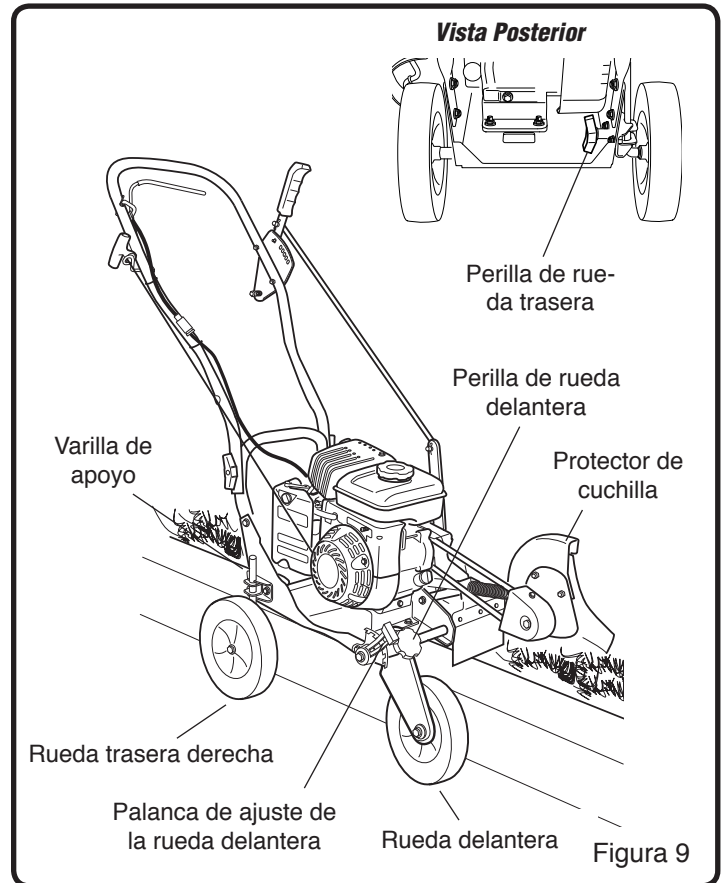

Figura 9
**NOTA:** La figura 9 muestra la unidad configurada correctamente para bordeado a lo largo de un cordón de acera. Consultar la figura 9 al seguir los pasos enumerados a continuación:
6. Utilizar la palanca de ajuste de la rueda delantera para bajar la rueda delantera lo suficiente para que la unidad esté a nivel como se muestra en la figura 9.
8. Bajar la rueda trasera derecha lo suficiente para que la unidad esté a nivel como se muestra en la figura 9.